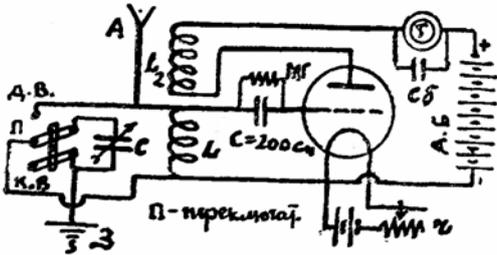
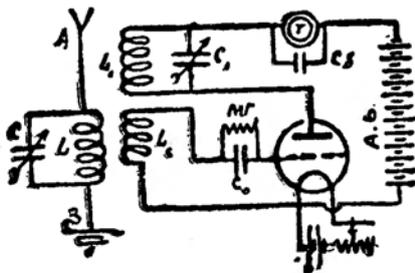

Рис. 83.
Рис. 88.
2. Регенеративный приемник (см. рис. 83).
и детектором для биений. Для получения биений контур L_1C_1 должен быть в обоих случаях (рис. 88, рис. 83) чуть-чуть расстроен с антенной.
В буквальном переводе это слово означает „возвратное действие“. Пришедшие антенные колебания (см. рис. 83) действуют на сетку лампы и изменяют анодный ток через лампу. Это изменение анодного тока, при помощи обратной связи катушек L_2L_1 , вызывает усиленные колебания в антенне, которые действуют снова на сетку и вызывают более мощные колебания в анодной цепи; последние выпрямляются утечкой сетки и действуют уже на телефон.
Регенеративный приемник, изображенный на рис. 83, у которого напряжения, получаемые от